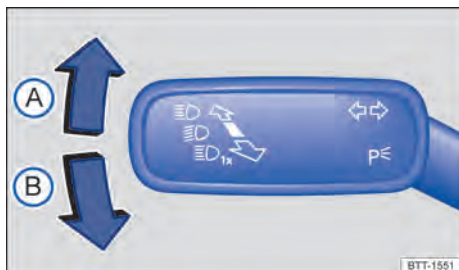

Fig. 88 À esquerda na coluna de direção: alavanca dos indicadores de direção e do farol alto.
2. Trazer a alavanca dos indicadores de direção e do farol alto da posição central para a posição necessária → Fig. 88: